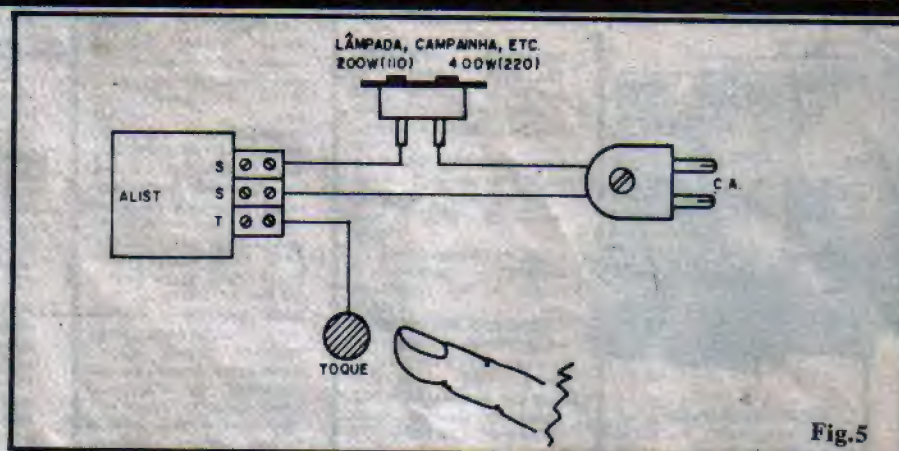

Fig. 5
- **FIG. 5** - Diagrama de instalação e utilização do ALIST. Observar que os pontos "S-S" são ligados à rede C.A. e à tomada destinada a receber a carga controlada. MUITA ATENÇÃO nessas ligações,
Não há muito o que explicar: à tomada de SAÍDA (ver fig. 5) pode ser ligada uma lâmpada incandescente comum, ou mesmo várias lâmpadas em paralelo (respeitados os limites de "wattagem" já mencionados), ou uma cigarra comum de C.A. (dessas usadas em campanhas residenciais...). Encostando um dedo no contato de toque, a carga será acionada (a lâmpada acenderá ou a campainha tocará...). O acionamento é momentâneo, ou seja, ocorre apenas durante o toque. Removendo-se o dedo, a carga é imediatamente desenergizada. Se o contato de toque for relativamente grande (uma placa metálica com algumas dezenas de centímetros quadrados...), a conexão ao circuito deverá ser feita com cabo blindado e eventualmente - o valor do capacitor original de 100pF deverá ser experimentalmente alterado, de modo a reduzir um pouco a sensibilidade geral do circuito (que fica um tanto "exacerbada", no caso...). Com tal disposição, o ALIST chega até a funcionar